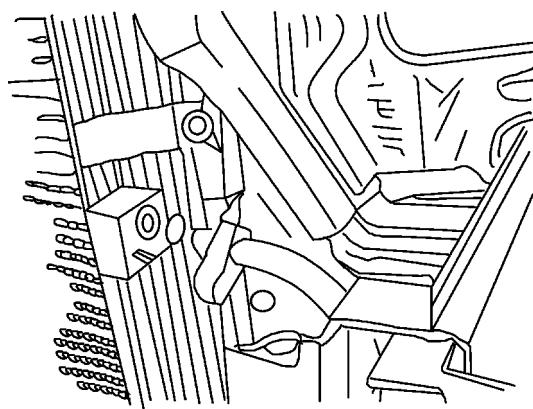

图 5-53 拆卸制冷剂排放软管
5) 按照图 5-53 所示，拆卸冷凝器管板螺母，拆卸制冷剂排放软管。